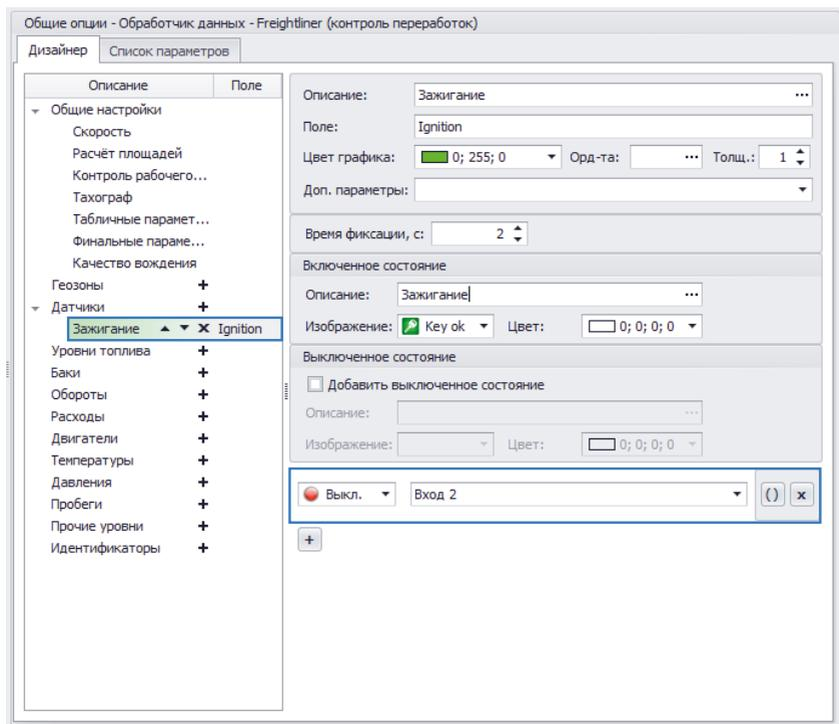

Рис.74. Настройка датчика зажигания.
Для индикации показаний цифрового входа 2 бортового контроллера необходимо создать в программе 1 цифровой датчик – добавить новый параметр в группу «Датчики» Дизайнера (Рис.74).
- настроить остальные параметры датчика. Пример настроек приведен на Рис.74.